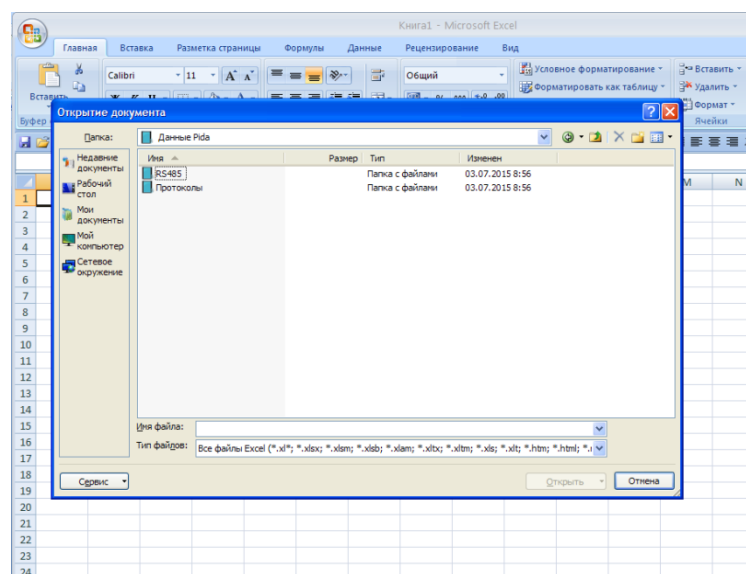

Рис. 17
4.23.2 -Нажать кнопку “Открыть” (рис. 17)